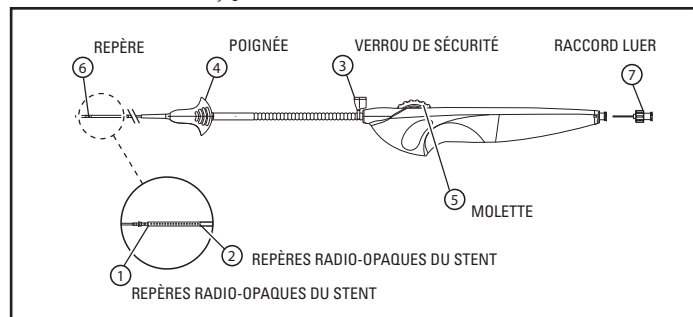

Figure 1.
- Si le verrou de sécurité ③ (voir la Figure 1) n'est pas fixé au dispositif, vérifier que le stent est complètement contracté dans le système de mise en place et placer le verrou de sécurité dans la position illustrée à la Figure 1.
- Fixer une seringue de 10 ml (cc) remplie de sérum physiologique au raccord luer ⑦ (voir la Figure 1) sur la poignée. Appliquer une pression positive. Continuer le rinçage jusqu'à ce que de la sérum physiologique apparaisse à l'extrémité distale de la lumière du guide et de la jonction gaine-extrémité. Remarque : Si le raccord luer n'est pas présent à la réception, le dispositif peut nécessiter plus de 10 ml (cc) pour le rinçage complet.
- Retirer le raccord luer de rinçage ⑦.
#### Procédure de déploiement du stent (voir la Figure 1)